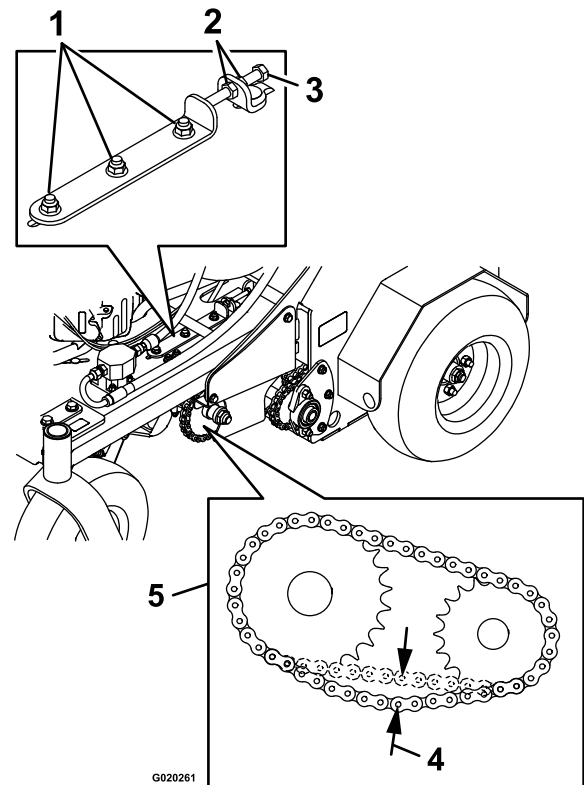

Figura 49
4. En cada lado de la máquina, afloje las 3 tuercas y pernos que sujetan el soporte de la transmisión y la placa del tensor, y las 2 tuercas que sujetan el perno de ajuste a la placa del tensor, según se muestra en la Figura 49.